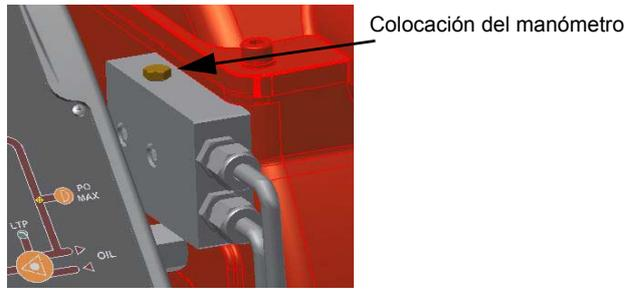

Fig. 24
- 6 La presión de alimentación de la boquilla ya es previamente calibrada en fábrica y no debe ser modificada. Sólo si fuera necesario, regular la presión de alimentación (véase apartado correspondiente) de la siguiente manera: colocar un manómetro en la posición indicada en Fig. 24 intervenir en el tornillo de regulación **VR** de la bomba (véase Fig. 23) hasta obtener una presión en la boquilla igual a 20 bar (boquillas Monarch o boquillas Bergonzo – véanse gráficos en pag. 26);